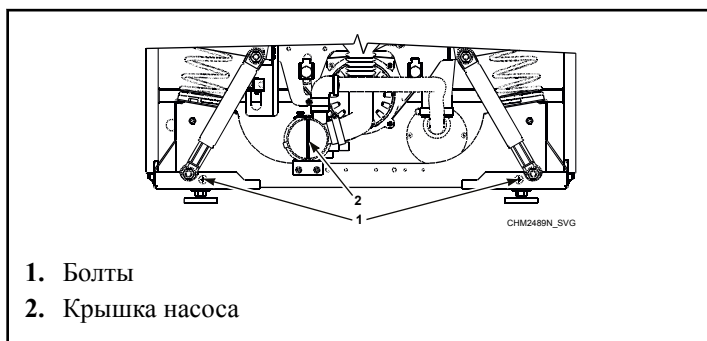

Рис. 64
- c. Выкрутите болты и снимите переднюю панель корпуса. См. Рис. 64.